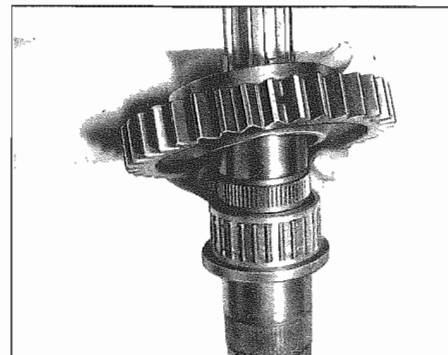
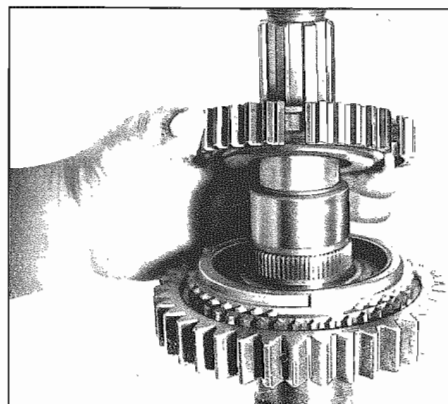
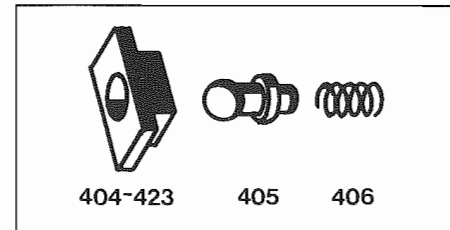

Fig. 23 - Ingranaggio della 1a marcia
Fig. 24 - Mozzo sincronizzatore
Fig. 25 - Gruppi Sets
- Serrare l'albero primario (420) tra ganasce dolci nella morsa a vite (lato di uscita in alto).
- Far scorrere sull'albero la gabbia a rullini (419) e l'ingranaggio della 1a marcia (421) con lo scanalato a dentatura triangolare verso l'alto (Fig. 23). Montare l'anello sincronizzatore (422).
- Montare l'anello elastico di arresto (426) nella cava del mozzo sincronizzatore della 1a e retromarcia (424) e ruotare in modo che la spina intagliata (425) possa essere premuta nell'apposito foro.
- Riscaldare il mozzo sincronizzatore (424) a circa 80° C e premerlo sulla dentatura triangolare dell'albero come indicato in Fig. 24. La gola per l'anello elastico (426) deve essere rivolta verso l'alto.
- Inserire l'anello elastico di arresto (415) nella cava radiale dell'albero primario. L'anello elastico deve alloggiare in forza nella cava. Per tale ragione l'anello è disponibile in 2 diversi spessori (2,4 e 2,5 mm).
- Incollare insieme con grasso i gruppi ciascuno formato da 1 molla di compressione (406) 1 perno sferico (405) ed un pressore (423) (il perno sferico deve alloggiare nel pressore come mostra la Fig. 25).
- Clamp main shaft (420) between soft jaws into vise (output end on top).
- Slide needle cage (419) and 1st gear wheel (421) onto shaft with splining on top (Fig. 23). Position locking ring (422).
- Insert circlip (426) into groove of synchronizer 1st - reverse gear (424) and turn in such a manner that the notched pin (425) can be pushed into hole provided.
- Heat synchronizer (424) to approx 80° C and push on splining of shaft as shown in Fig. 24. The recess for the circlip (426) should point upwards.
- Insert circlip (415) into radial groove of main shaft. Circlip should fit tightly in groove. For this reason, the ring is available in two different sizes 2.4 and 2.5 mm thick.
- Glue one compression spring (406), one ball pin (405) and one thrust piece (423) together with grease (ball pin seated in thrust piece as shown in Fig. 25).